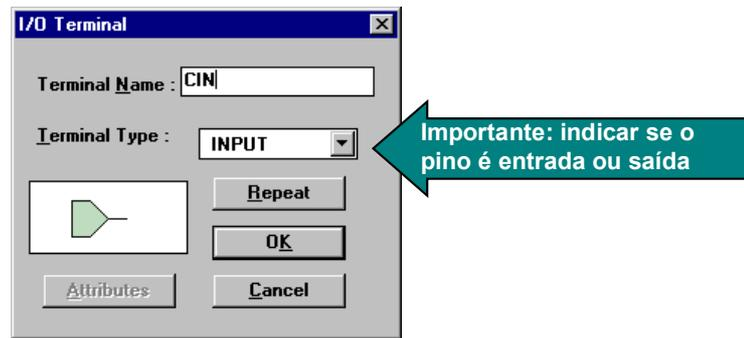

Figura 4 - Inserção de Pino.
- insira as portas lógicas assim: clique no botão (2), no menu (9), selecione a porta lógica desejada ou escreva seu nome na parte inferior do menu.
- Insira os pinos de entrada/saída do somador, via botão (6). A janela da Figura 4 deve ser preenchida para cada pino.